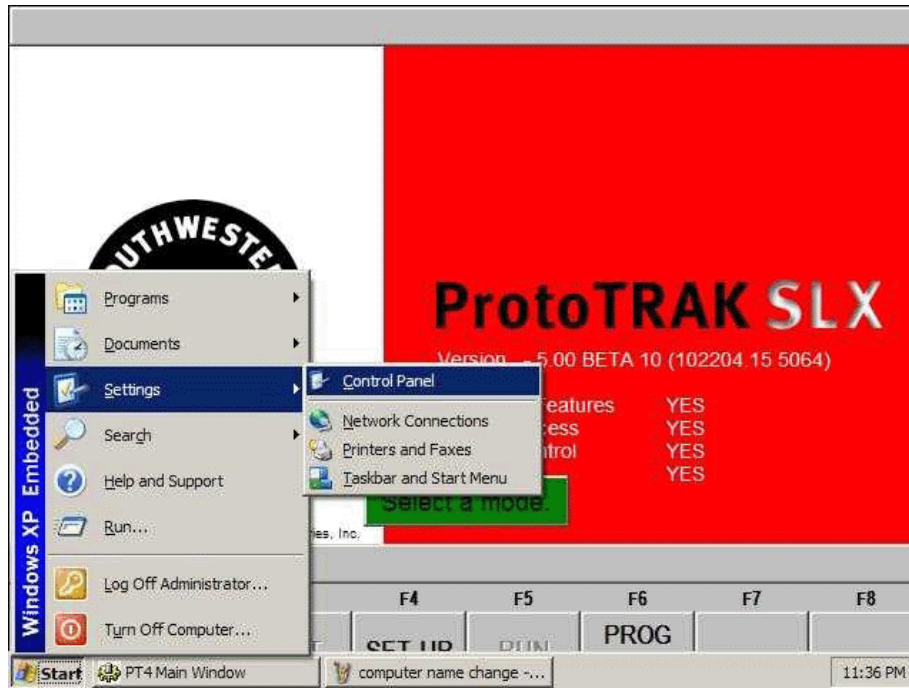

FIGURA 12.11.1
3. Seleccione **Settings** del Menú de Inicio, y después seleccione **Control Panel**. Ver Figura 12.11.1.